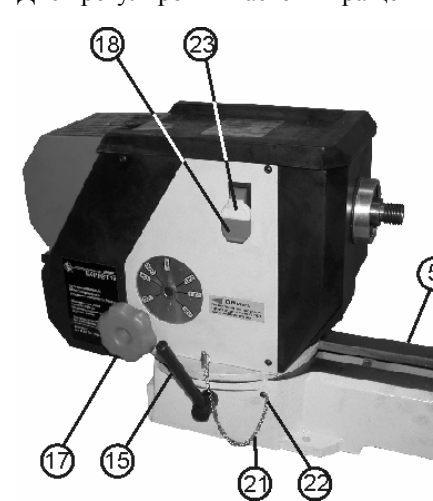

Рис.5
8.3. (Рис.5) Установите машину прямо. Установите фиксирующую ручку (15) на эксцентриковый вал. Прикрепите цепь (21) совмещающего штифта (14) к станине (5) винтом (22). Установите переднюю бабку так, чтобы шпиндель был направлен в противоположный конец станины. Вставьте совмещающий штифт (14) через нижнюю часть передней бабки (1) в станину (5). Установите переднюю бабку в нужную позицию путем поворота ручки фиксации по направлению вперед. Закрепите Диск регулировки частоты вращения шпинделя передней бабки (17) с помощью шайбы и винта.
10.1. СЕТЕВОЙ ПЕРЕКЛЮЧАТЕЛЬ ВКЛЮЧЕНИЯ-ВЫКЛЮЧЕНИЯ (Рис.5)